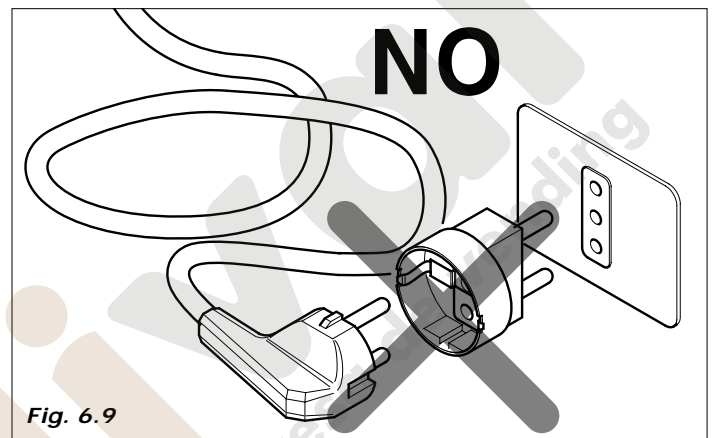

Fig. 6.9
- Los tomas que no sean compatibles con la clavija, se han de sustituir (Fig. 6.9).